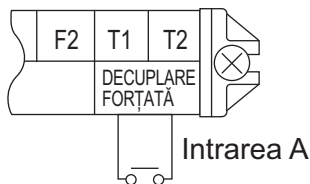

Fig. 30
(1) Specificații de cablu și cum se instalează cablajul (Consultați Fig. 30)